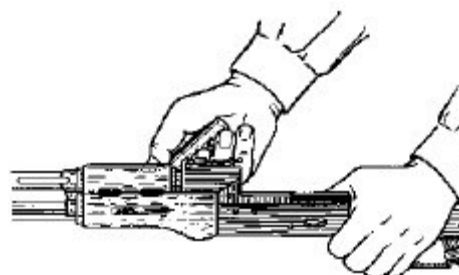

Рис.8. Отделение газовой трубки со ствольной накладной
8) *Отделить газовую трубку со ствольной накладкой.* Удерживая автомат левой рукой, правой рукой надеть пенал с принадлежностью прямоугольным отверстием на выступ замыкателя газовой трубки, повернуть замыкатель от себя до вертикального положения (рис. 8) и снять газовую трубку с патрубка газовой камеры.